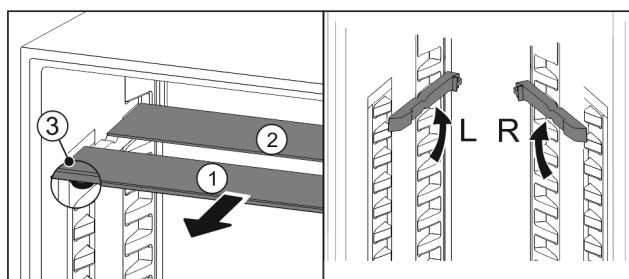

Fig. 112
- ▶ Wyciągnąć Fig. 112 (1) pojedynczo półki szklane do przodu.
- ▷ Płyta szklana Fig. 112 (1) z listwą ozdobną znajduje się z przodu.
- ▷ Stopery Fig. 112 (3) wskazują w dół.